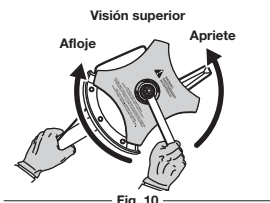

Fig. 10
- Si no tiene una llave de torsión, use una llave de boca cerrada de 13 mm o de casquillo, gire la tuerca hasta que el retén de la cuchilla esté ajustado contra el buje del eje. Verifique que la cuchilla esté bien instalada, luego gire la tuerca 1/4 a 1/2 vuelta más en sentido antihorario (Fig. 10).
3. Mientras sostiene la varilla de cierre, afloje la tuerca de la cuchilla girándola en sentido horario con una llave de casquillo o de boca cerrada de 13 mm (Fig. 10).